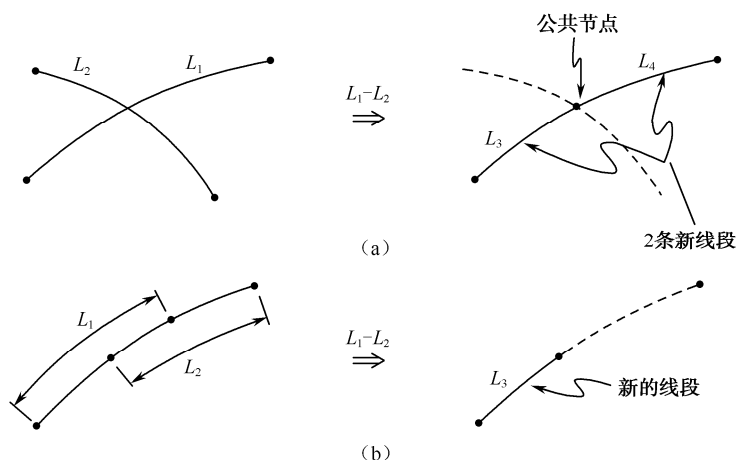

图 2-13 线相减示意图
(1) 线相减：生成两条或一条新的线，其示意图如图 2-13 所示。